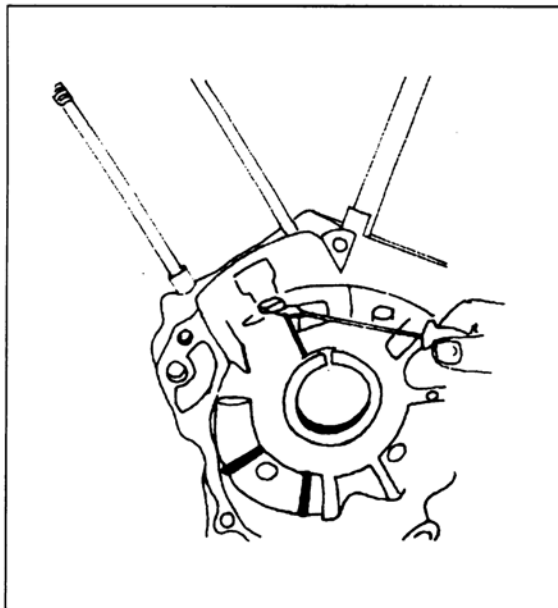

Bild 137
- Ölspritzdüsen mit O-Ringen aushebeln (Bild 137).